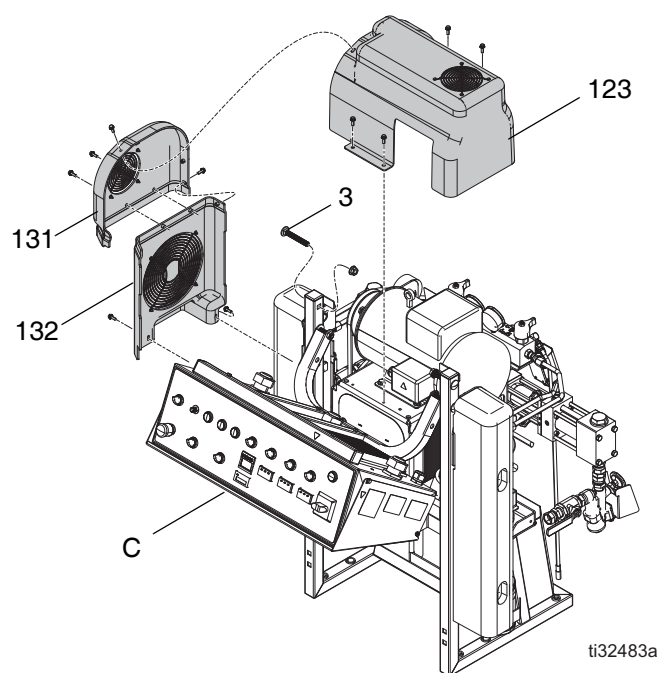
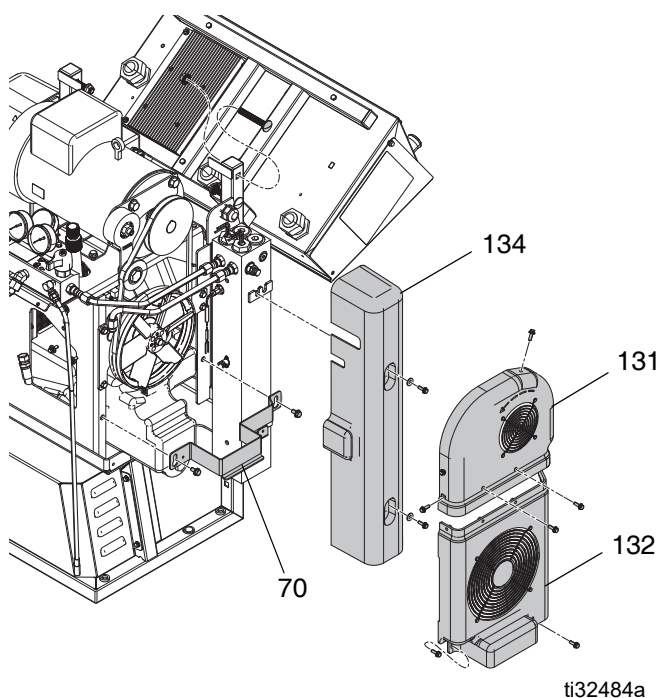

图 63
图 64
6. 拆下马达和皮带盖（123、131）。升高盖子（123），松开银色支架（70）扣件。将银色支架（70）抬离扣件，放在边上。拆下皮带盖（131，132）。卸下加热器盖板（123）。请参见图 63 和图 64。